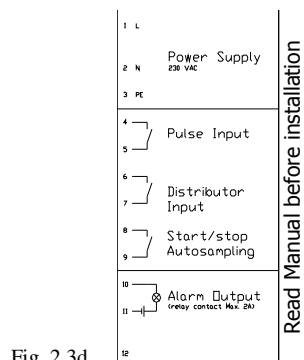

Fig. 2.3d
- Sluit de voeding (230VAC/50Hz) aan op contact 1 (fase), 2 (nul) en 3 (aarde) van het contact blok (zie sticker in fig.2.3d)